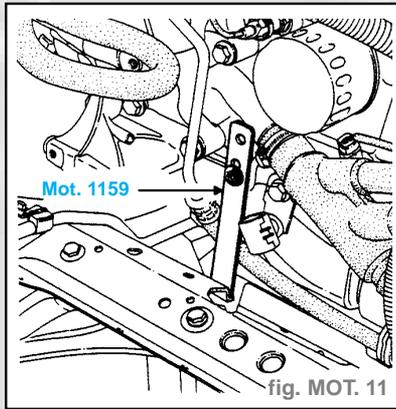

fig. MOT. 11
- Monter la patte de l'outil **Mot. 1159** sous la pompe à eau (fig. MOT. 11).